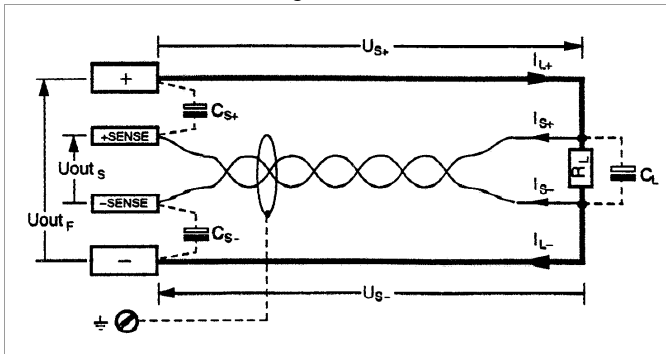

Bild 5.2 Lastanschluss mit Fühlerbetrieb
- Für den Betrieb mit Fühlerleitungen gelten die **im Bild 5.2** und unter **Elektrische Daten** aufgeführten **Parameter** und **Grenzwerte**.
- Durch je einen Kondensator (**C_{S+}**, **C_{S-}**) zwischen **SENSE-** und **Ausgangsklemme** (siehe Bild 5.2) können Sie den Regelschwingungen entgegenwirken.